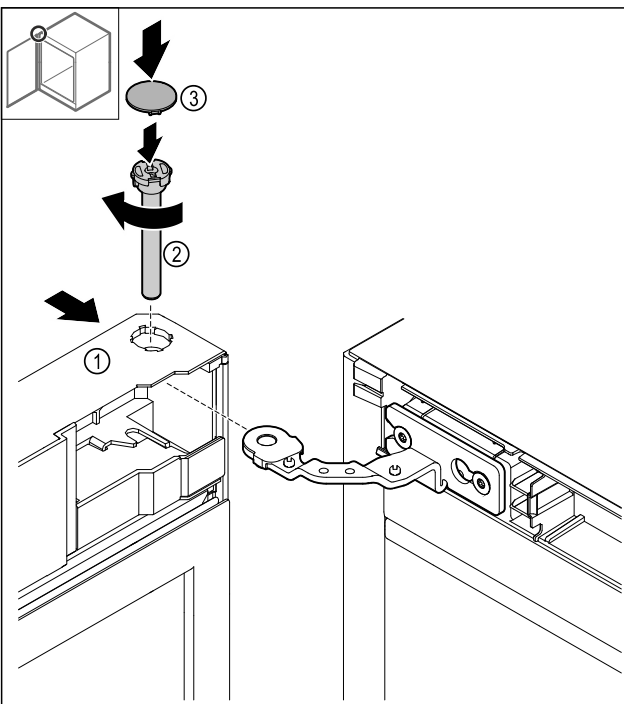

Fig. 47
- ▶ Nasuňte dvere Fig. 47 (1) hore na záves.
- ▶ Zastrčte čap Fig. 47 (2) a utiahnite ho v smere hodinových ručičiek.
- ▶ Nasadte kryt Fig. 47 (4).